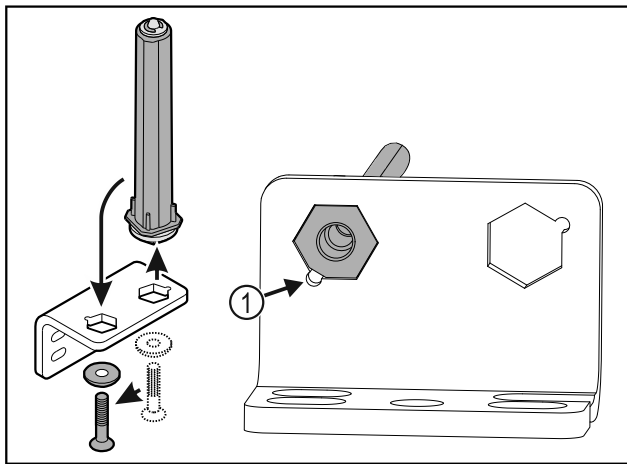

Fig. 26
- Pöörake tähelepanu sellele, et sissepänemisel on poldi kaldpind Fig. 26 (1) ümara ava poole.